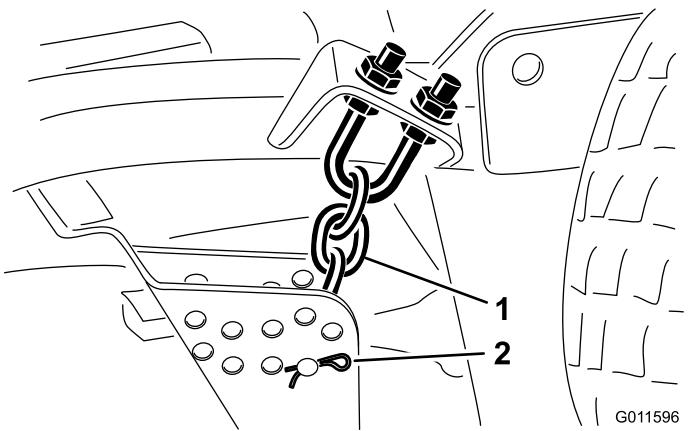

Рисунок 22
9. Снимите игольчатый шплинт и шплинтуемый штифт, которые крепят цепи регулировки высоты скашивания к задней части режущего блока (Рисунок 22).